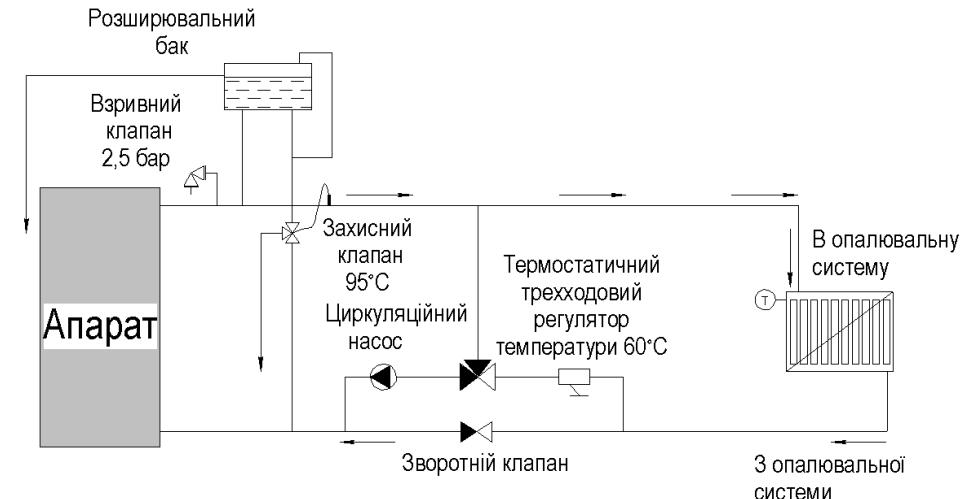
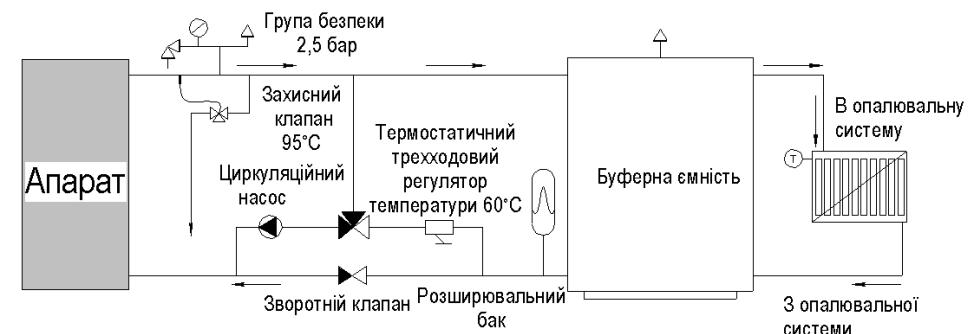

Рис. 4. Рекомендована схема приєднання апарату до відкритої системи опалення
Рис. 5. Рекомендована схема приєднання апарату до закритої системи опалення
УВАГА! При першому розпалі апарату, коли вода в системі не прогріта, можливе природне випадання конденсату в середині апарату. Після прогрівання конденсат зникає. Для зменшення утворення конденсату використовуйте одну із рекомендованих схем підключення апарату до системи опалення (Рис.5 або Рис.6)
- вентилятор, за допомогою чотирьох шайб і болтів, прикріпити до фланця, який знаходитьться на задній стінці корпуса див. рис.4
2.2.2.2.6 Схема під'єднання апарату до системи опалення приведена на рис. 4 і рис.5.